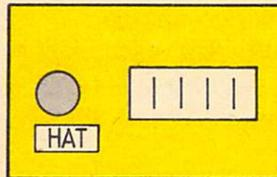

Bild 1
- Bahnübergangstaste** (5) Die Gleistaste im oberen Gleisbildtischfeld des BÜ ist gleichzeitig Bahnübergangstaste. Sie ist durch einen gelben Punkt gekennzeichnet und gilt für alle Gleise des BÜ.
- Außentasten** (6) Die Außentasten mit gelbem Punkt können nur zusammen mit der Bahnübergangstaste wirksam bedient werden. Die Außentasten ohne gelben Punkt werden zusammen mit einer Gleistaste bedient.
- Tastenbedienung** (7) Im allgemeinen sind bei jeder Bedienungshandlung zwei Tasten gleichzeitig etwa 1 Sekunde lang zu drücken. Die Anrückmelde-lösch-taste, die Sicherungsrückstell-taste, die Summerunterbrecher-taste und die Sprech-taste werden einzeln bedient.
- Beobachten der Melder** (8) Der Wärter hat sich nach jeder Bedienungshandlung durch Beobachten der Melder zu überzeugen, daß der beabsichtigte Vorgang angezeigt wird. Die Bedienungshandlung ist zu wiederholen, wenn der beabsichtigte Vorgang nicht eintritt. Ist auch wiederholtes Bedienen erfolglos, so ist wie bei Störungen zu verfahren.
- Zählwerke** (9) Bedienungshandlungen mit der Bahnübergangshilfsfreimeldetaste oder mit der Hilfsausschalt-taste (vgl. Bild 1) werden durch Zählwerke registriert.